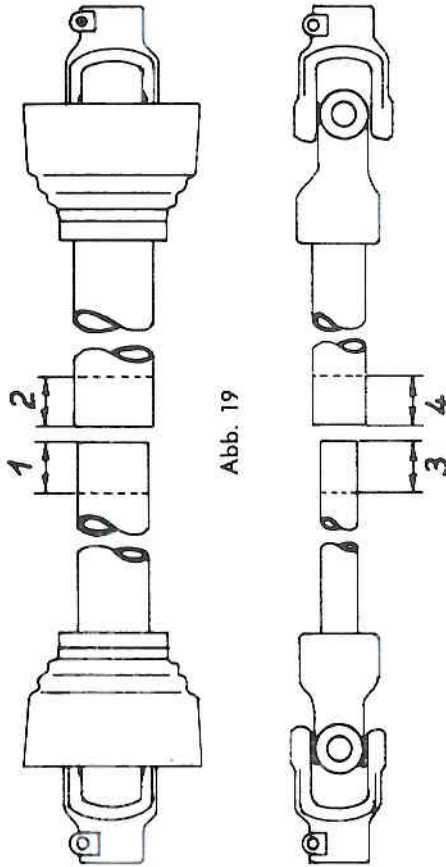
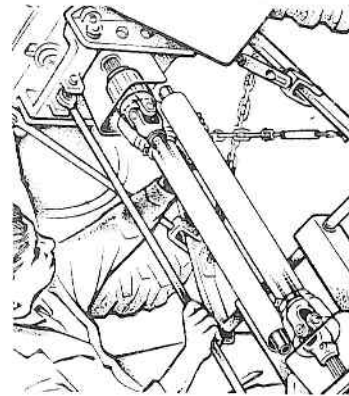
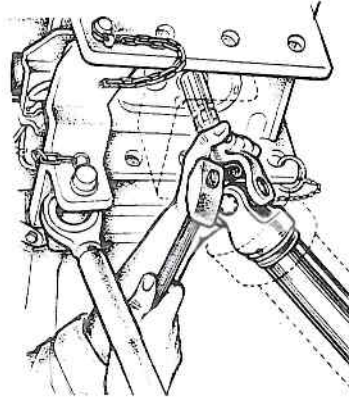

Abb. 19
Abb. 20
Abb. 21
Nach der richtigen Einhängung wird die Gelenkwelle angegeschlossen. Es ist hierbei darauf zu achten, daß die Schiebepfiffe der beidseitigen Schnellkupplungen richtig eingerastet sind. Bei weitester Winkelstellung ist die Gelenkwelle auf genügende Rohrüberdeckung zu kontrollieren. Dabei ist zu berücksichtigen, daß zu lang gewählte Rohre die Gelenkwelle bei Kurvenfahrten beschädigen. Bei der Verschiedenartigkeit der Zapfwellenlage am Schlepper ist eine Längenkorrektur oft erforderlich (s. Abb. 19). Diese Korrektur muß bei beiden Profilrohren sowie am Gelenkwellschutz vorgenommen werden und ist zweckmäßigerweise von einem Fachmann vorzunehmen. Abbildung 20 zeigt, wie man das richtige Längenmaß der Rohre findet. Das Schlagwerkzeug beim Ankuppeln der Gelenkwelle nie anders als in Abbildung 21 ansetzen.
- Vor dem Ankuppeln die Anschlußwellen auf einwandfreien Zustand überprüfen und Einrasten der Schnellverschlüsse beachten. Niemals Schlagwerkzeug anders als in Abb. 21 gezeigt ansetzen.